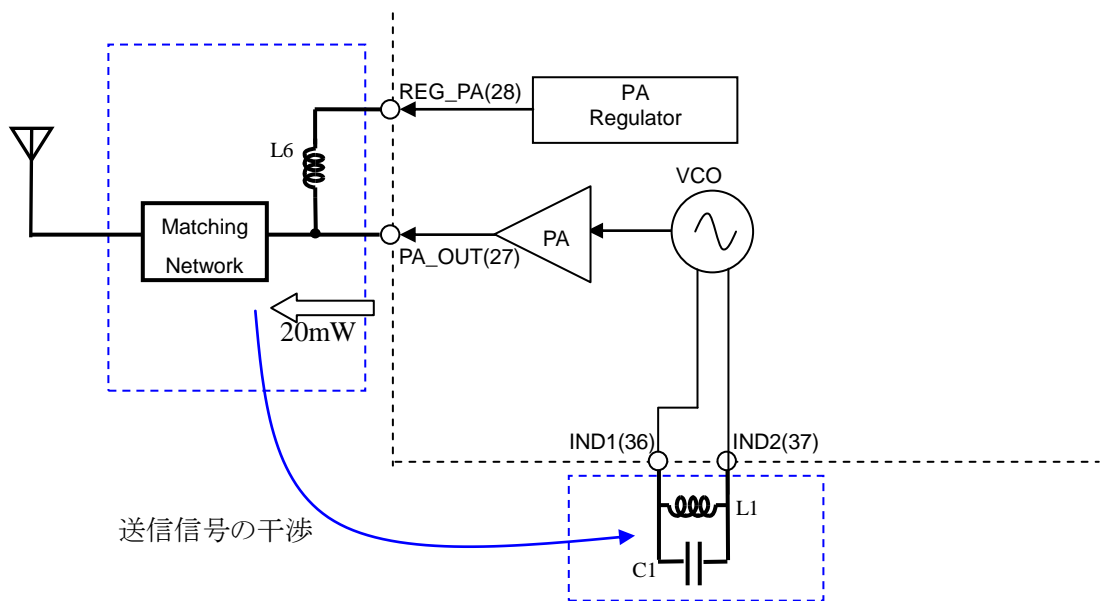

図 5.2.1 VCO タンク回路構成時の注意
2. 図 5.2.1 に示すように PA_OUT(27)端子より 20mW を超える RF 信号が出力されます。この信号が L1, C1 に混入すると PLL のロック外れが起こることがありますので次の対策をしてください。